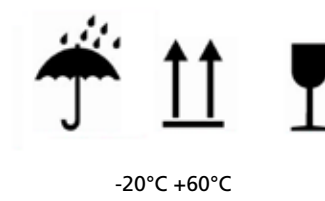

fig.13
- ▶ Gli imballi, quando necessario, possono riportare segnalazioni e pittogrammi che forniscono importanti informazioni riguardanti la movimentazione ed il trasporto (massa, punti di presa, informazioni per lo stoccaggio, ecc.) - (fig. 13).